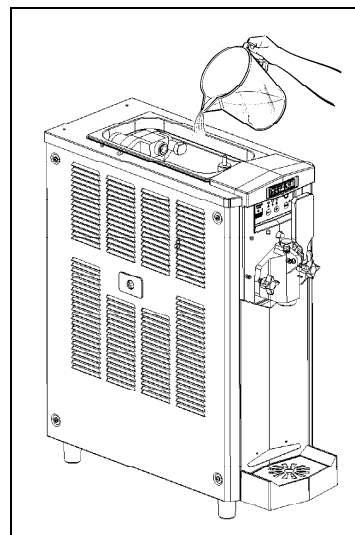

Fig. 6
- Versare prodotto nella vasca superiore (fig.6) ed attendere che defluisca all'interno del cilindro di congelamento.